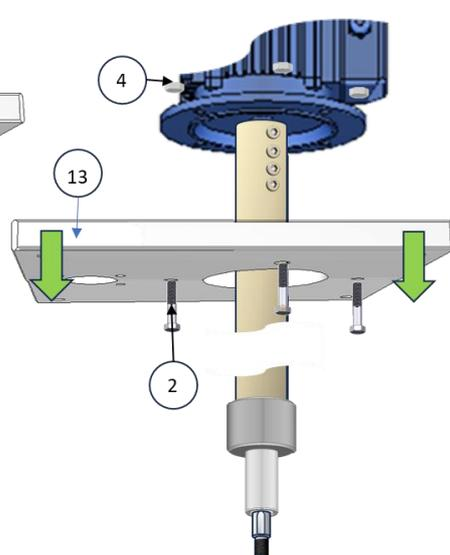

Figura 2
2 Svitare le viti (2) dai dadi (4) per rimuovere la piastra 13 (Figura 2)